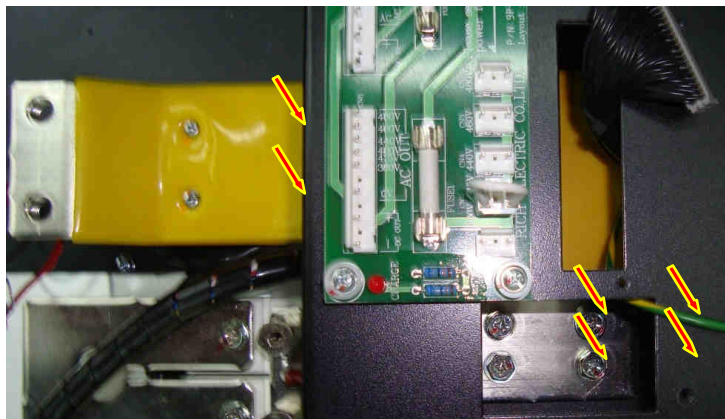

Рис. 6.21.
6.11.4. Демонтировать шину «+» предохранителя – звено ПТ., выкрутив 4 винта крепления шины к блоку конденсаторов и 2 винта крепления к изоляционной стойке (рис. 6.21.) Положить винты и шину в тару.